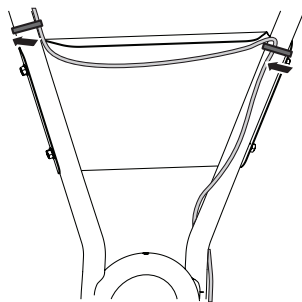

Figure 10
4. Faites passer le fil derrière le panneau jusqu'au guidon gauche et fixez-le dans le coin supérieur du panneau avec un attache-câble. (Assurez-vous de placer le fil à l'intérieur des montants du guidon.) Voir la Figure 10.